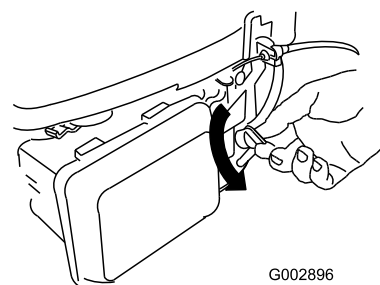

Figure 23
2. Tournez le levier du robinet d'arrivée de carburant en position OUVÉRTE (Figure 23).